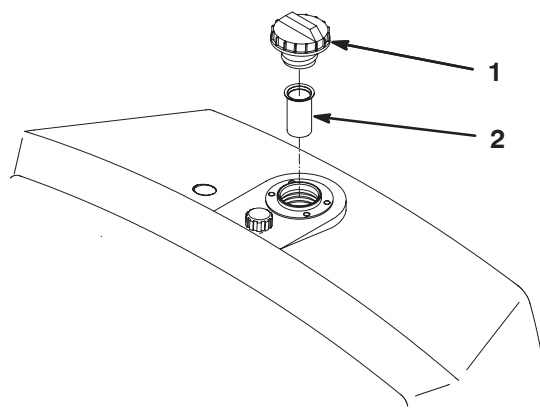

Figure 27
2. Sortez la jauge du réservoir et vérifiez le niveau d'huile. L'huile doit arriver au bas de la crépine dans le goulot de remplissage (Fig. 27).